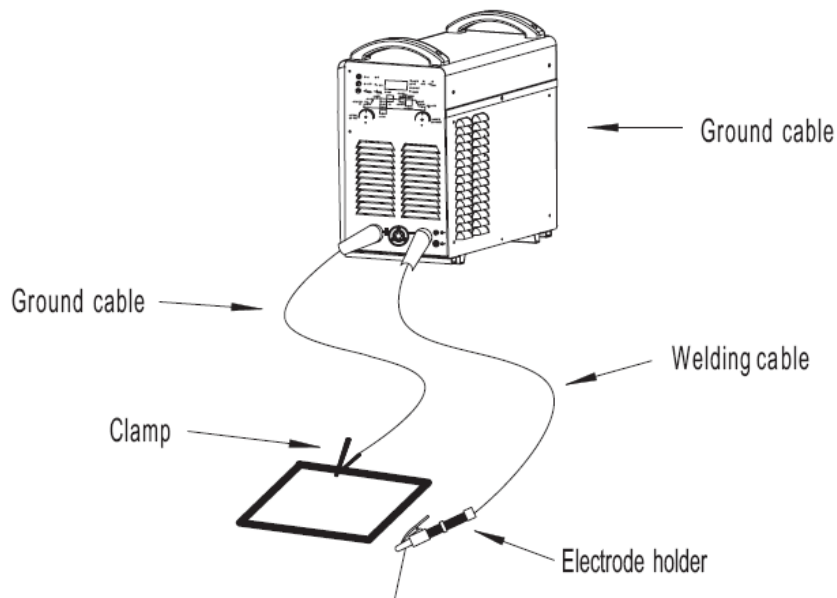

Рис. 4-6-7: Подключение при MMA сварке
10. Начните сварку (Рис. 4-6-7).